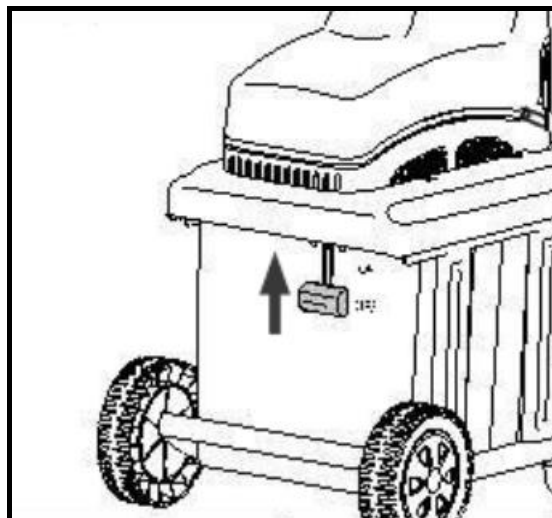

Fig. 10
9. Fixe a caixa de recolha através do comutador de segurança, empurrando-o para cima. (Fig. 10)